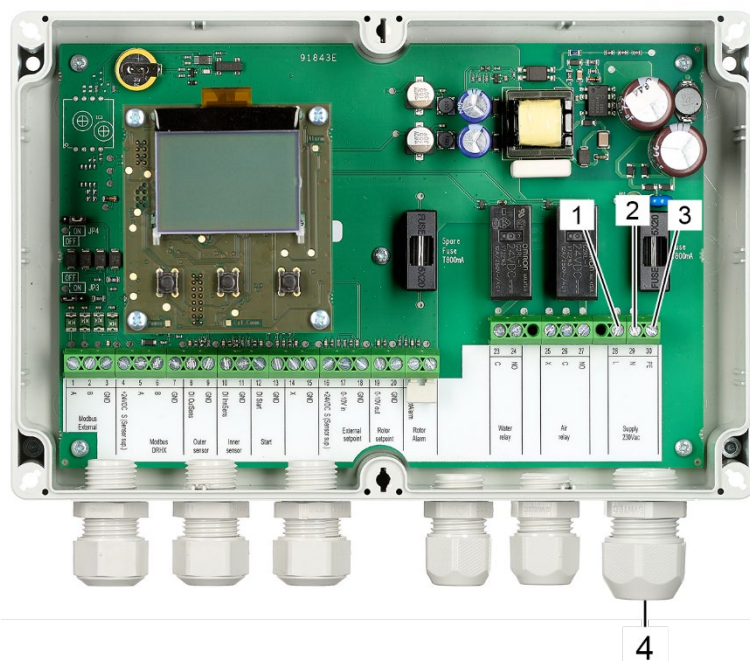

Figura 93: Terminales de alimentación
36. Pase un cable de red de 230 V a través del prensaestopas (Figura 93/4).
37. Conecte el cable de fase al terminal 28 (Figura 93/1, L).
38. Conecte el conductor neutro al terminal 29 (Figura 93/2, N).
39. Conecte el conductor de protección al terminal 30 (Figura 93/3, PE).